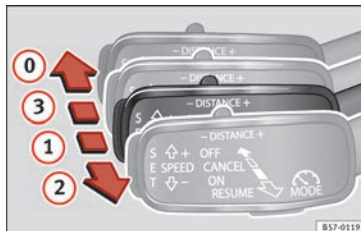

Fig. 182 A la izquierda de la columna de la dirección: tercera palanca para manejar el control adaptativo de velocidad.
Es posible activar el ACC de nuevo tirando de la palanca hasta la posición ② » fig. 182.